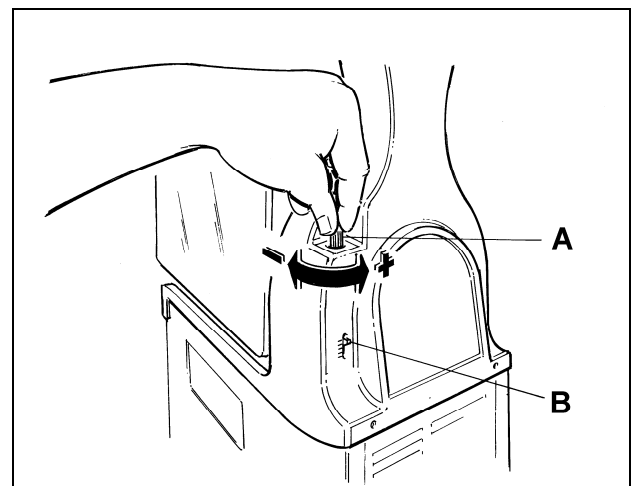

Fig. 13
- **Réglage de la consistance:** pour modifier la consistance du produit, intervenir sur le bouton de réglage A située à l'arrière de l'appareil (fig. 13); comme il est mis en évidence sur l'échelle B, la tourner dans le sens horaire pour obtenir un produit moins dense, et dans le sens antihoraire pour obtenir un produit plus dense.